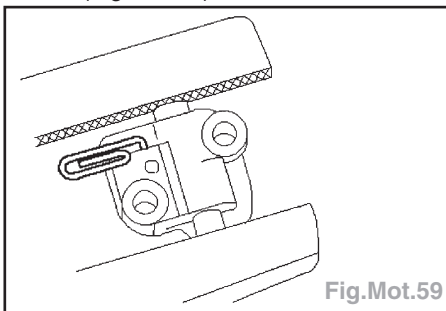

Fig.Mot.59
- Retenir le piston avec un fil métallique de 1,5 mm de diamètre ou avec un trombone (Fig.Mot.59).